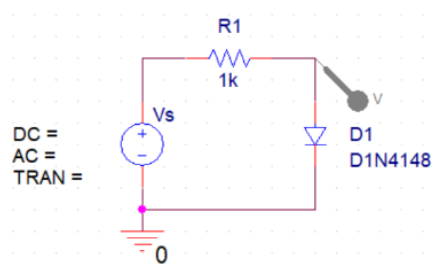

图 1 二极管特性测试电路
(1) 从元件库中依次取出VSRC、R、D1N4148、AGND 等元件放置在电路图上，如图1所示。先不考虑对二极管的输出波形进行仿真，因此取直流电压源VSRC 元件即可。
(2) 按图中线路连接关系进行连线。
(3) 将电阻的阻值设为1k $\Omega$ ，电阻名称设为R，电压源名称设为Vs。